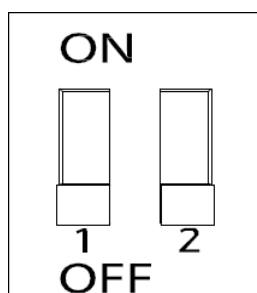

РИС. 4
2. Как показано на **рис. 4**, отрегулируйте положение выключателя так, чтобы оба переключателя были в нижнем положении (1 и 2).